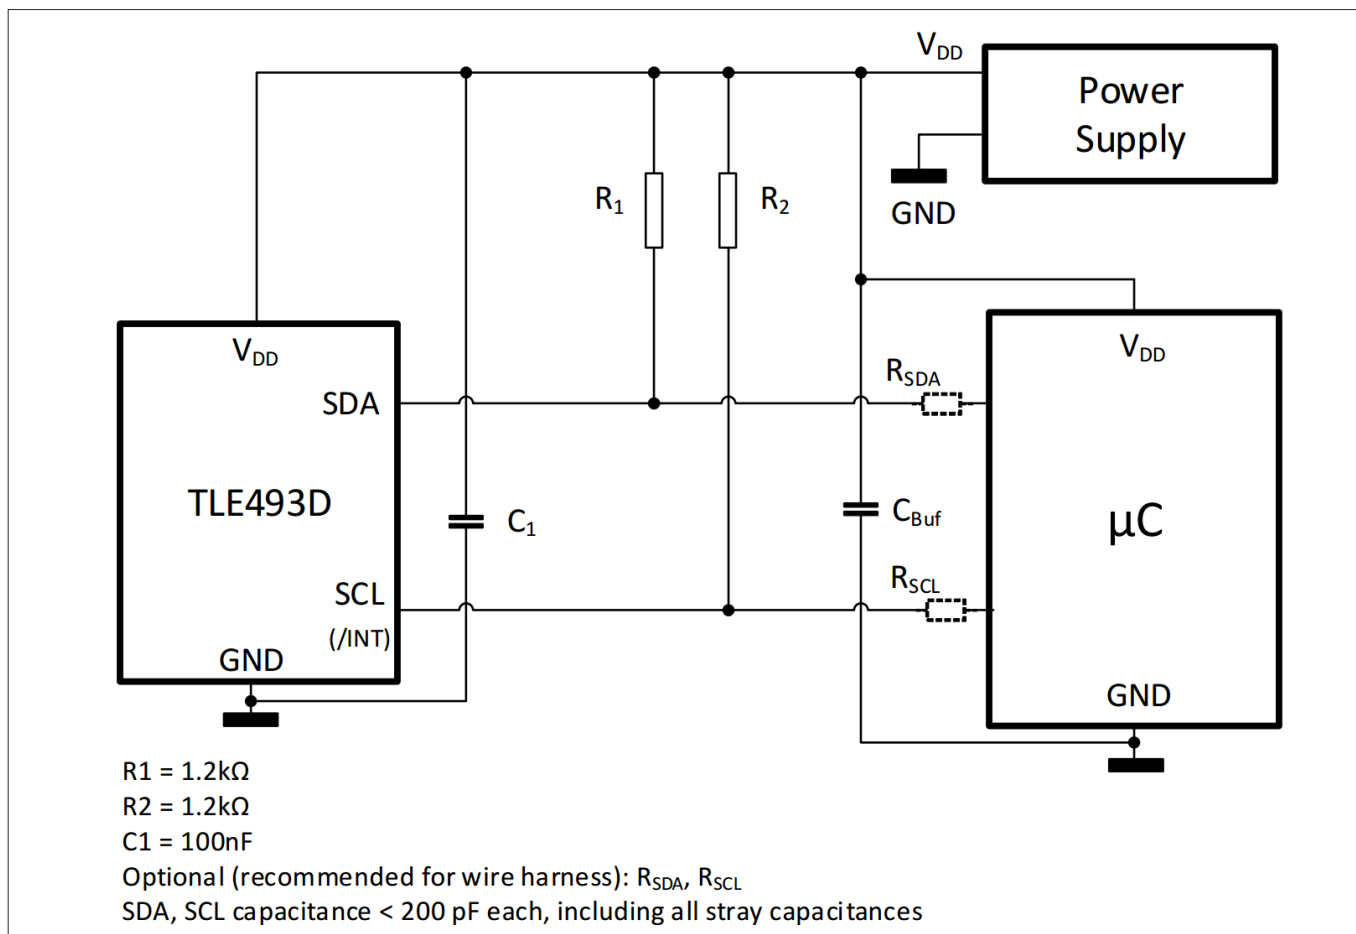

图5 带外部电源和 μC 的应用电路
上电时，SDA 和 SCL 应使用图 5 中的 R1 和 R2 拉至 V_{DD} ，任何器件或 μC 均不得将 SDA 和 SCL 驱动至低电平。
1) 在确定电源尺寸时，需要考虑上拉电阻上的电流（图 5）。